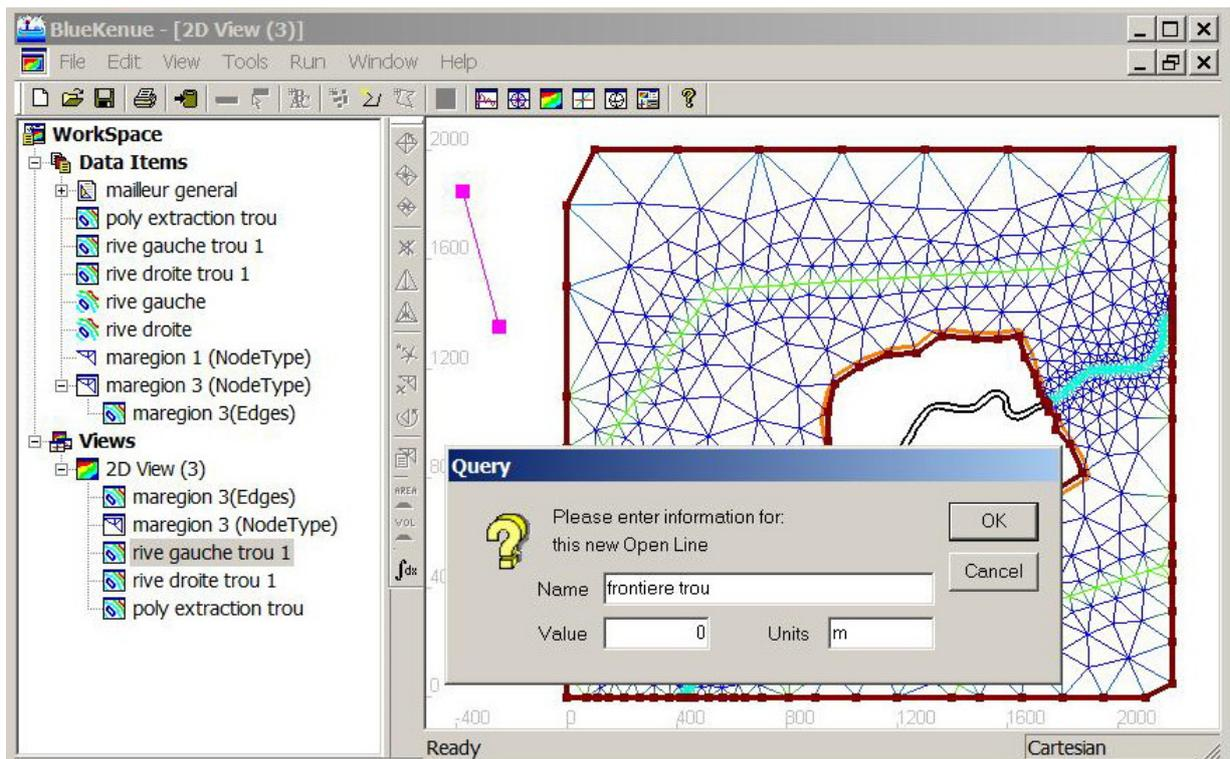

FIGURE 2.16 – Visualisation de la frontière extérieure et celle du trou (lignes marrons), et création d'une ligne vide (ligne magenta)
- Un nouvel objet apparaît *maregion 3(Edges)*. Glissez-déposez l'objet sur *2D View (3)*. C'est un ensemble de segments de lignes contenant toutes les frontières du maillage (frontière extérieure et îles intérieures). Visualisez le avec une couleur différente de celle du maillage.
- Pour extraire le segment (fermé) qui borde le trou, procédez de la même manière qu'au paragraphe TTT en créant d'abord une ligne vide. Cliquez sur **NEW OPEN LINE** dans la barre d'outils. Sélectionnez 2 points n'importe où dans la fenêtre *2D view (3)*, cliquez de nouveau **NEW OPEN LINE** pour terminer l'entrée de la ligne ; Renseignez le nom de cette nouvelle ligne **FRONTIÈRE TROU**. (Fig. 2.16), puis **OK**